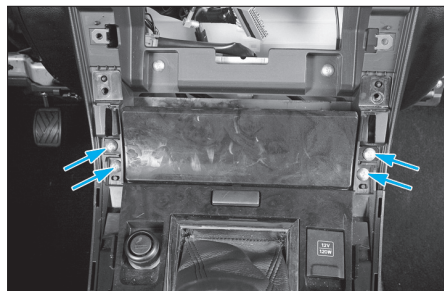

FIG. 17
- Dévisser les 4 fixations du cendrier (tête cruciforme) (Fig.17).